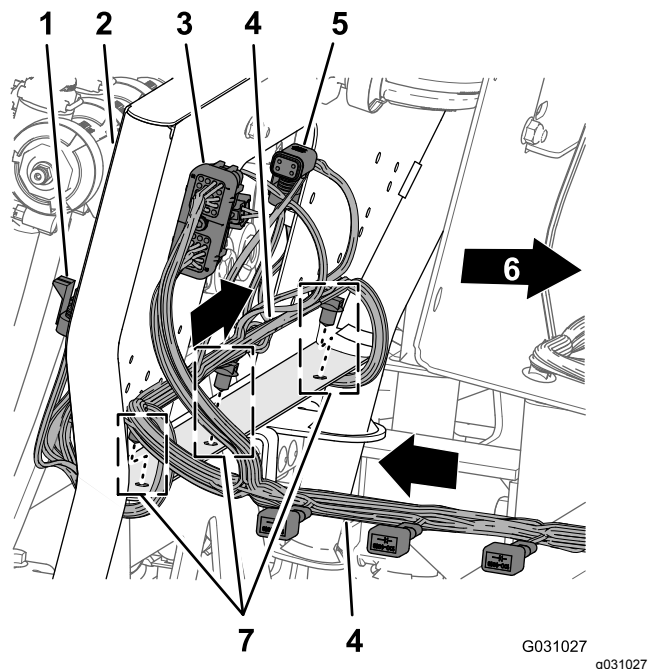

図 107
1. 218.4 cm の枝線を、10バルブマウントの裏面を横断するように配設するノズルバルブ用の10個のコネクタが後方へ向き、バルブの下に来るようにすること 図 107。
2. ワイヤハーネスの 218.4cm の枝線の押し込み型ファスナを、10 バルブマウントの下側フランジに差し込む 図 107。